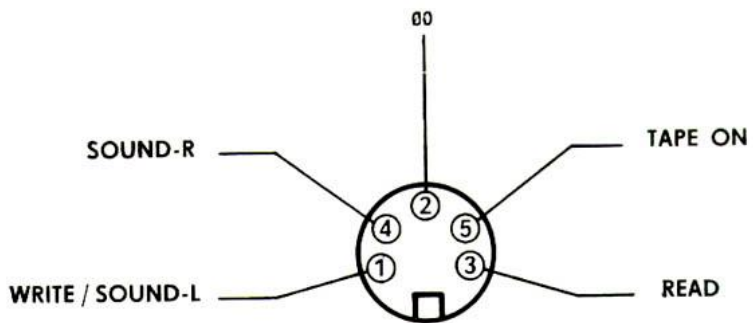

Bild 8: Anschlußbelegung der Diodenbuchse TAPE
- an der Diodenbuchse TAPE (vgl. Bild 8 und Tab. 3) zweikanalgig mit konstantem Pegel über einen Mono- oder Stereo-Verstärker oder auch über den Kassettenrecorder in Stellung "Aufnahme" mit betätigter Pausenoder Schnellstopptaste.
- im Bild 8 die Anschlußbelegung und in Tabelle 3 die Signallbeschreibung der Diodenbuchse TAPE aufgeführt.